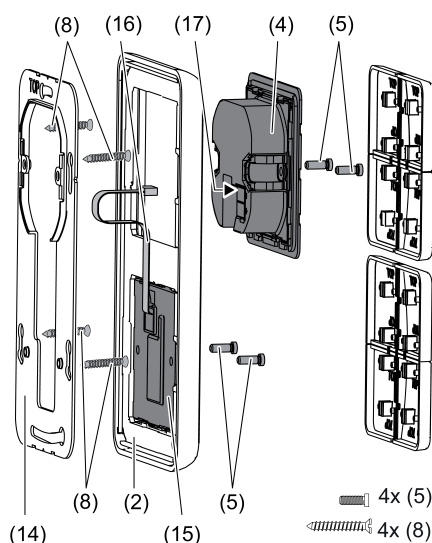

Figura 2: Montaje con módulo de ampliación del teclado
Si se utiliza el módulo de ampliación del teclado (figura 2): montaje preferiblemente en vertical. Utilizar la placa de soporte grande (14). En caso de montaje en una sola caja universal, empujar los tornillos inferiores en la pared, p. ej. con un agujero de \varnothing 6 x10 mm. Utilizar la placa de soporte como plantilla.